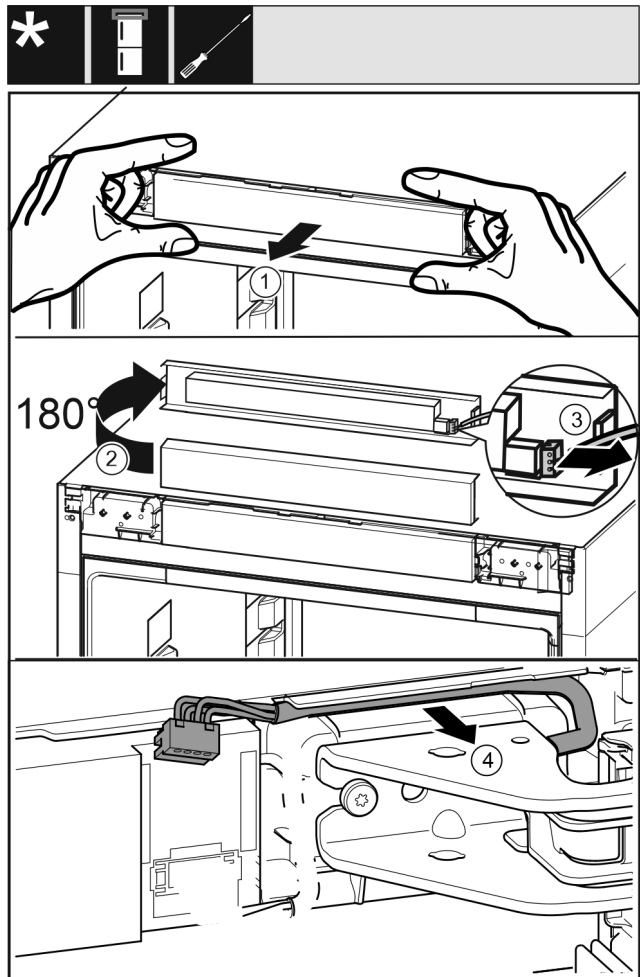

Fig. 10
- Осторожно снимите фальшпанель Fig. 10 (1) движением вперед.
- Поверните фальшпанель Fig. 10 (2) вверх на 180°.
- Прижмите защелку Fig. 10 (3) назад и осторожно извлеките штекер.
- Осторожно высвободите кабель Fig. 10 (4) над опорным кронштейном из направляющей.